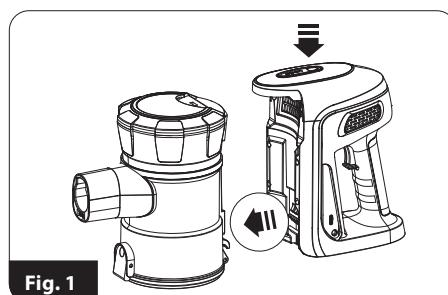

Fig. 1
1. Presione el botón de liberación del contenedor de polvo (9) y retire el contenedor de polvo de la unidad del motor (Fig. 1).